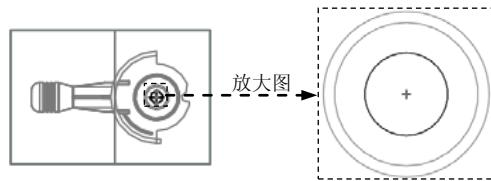

图 10.36 截面草图
(3) 绘制截面草图。进入草绘环境后，利用“投影”命令绘制图 10.36 所示的截面草图；完成截面的绘制后，单击“草绘”操控板中的“确定”按钮 **✓**。